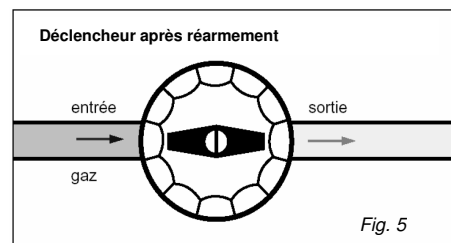

Fig. 5
- puis tourner lentement cette même manette en position d'ouverture (fig 5)